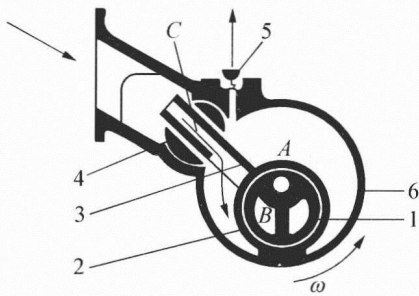

图 2-7 偏心轮滑阀式真空泵
2.5.4 图 2-7 为一新型偏心轮滑阀式真空泵。其偏心轮 1 绕固定轴心 A 转动,与外环 2 固连在一起的滑阀 3 在可绕固定轴心 C 转动的圆柱 4 中滑动。当偏心轮 1 按图示方向连续转动时,可将设备中的空气按图示空气流动方向从阀 5 中排出,从而形成真空。由于外环 2 与泵腔 6 有一小间隙,故可抽含有微小尘埃的气体。试绘制其机构运动简图,并计算其自由度及判定该机构是否具有确定运动。